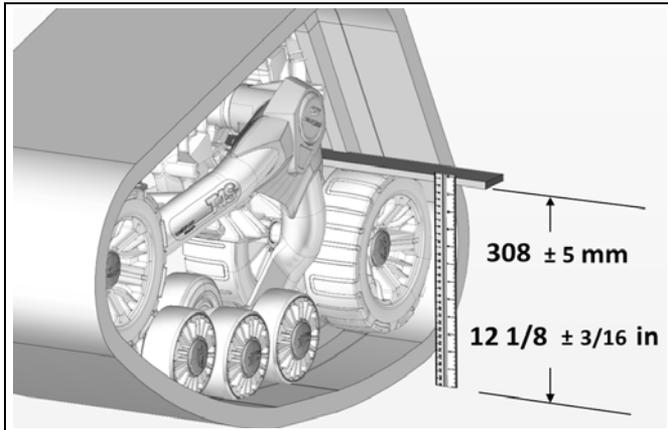

Abbildung 5
- Legen Sie ein Flacheisen über beide hinteren Räder des vorderen Raupenketten-Systems und messen Sie den Abstand vom Boden zum Flacheisen wie in Abbildung 5 dargestellt.